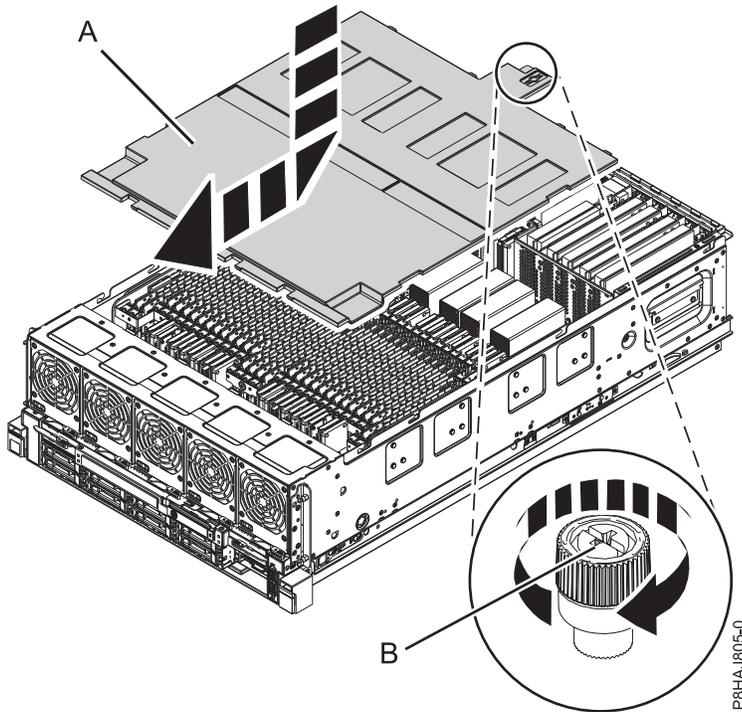

Abbildung 29. Sicherheitsabdeckung wiedereinbauen
2. Schieben Sie die Sicherheitsabdeckung (A) in Richtung Chassis.
3. Ziehen Sie die Rändelschraube (B) fest, indem Sie sie in die in Abb. 29 auf Seite 50 gezeigte Richtung drehen, um die Sicherheitsabdeckung am Chassis zu sichern.